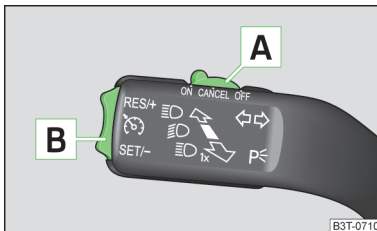

Abb. 150
➤ Den Schalter **A** » Abb. 150 in Stellung **ON** stellen.
➤ Den Schalter **A** » Abb. 150 in Stellung **OFF** stellen.
- Die Wippe **B** in der Position **SET/-** » Abb. 150 auf Seite 165 drücken.
➤ Die Wippe **B** in der Position **RES/+** » Abb. 150 auf Seite 165 drücken.
Die gespeicherte Geschwindigkeit kann durch Drücken der Wippe **B** in der Position **SET/-** » Abb. 150 auf Seite 165 verringert werden.
Die Geschwindigkeitsregelanlage wird **vorübergehend abgeschaltet**, indem der Schalter **A** » Abb. 150 auf Seite 165 in die gefederte Stellung **CANCEL** bzw. das Brems- oder Kupplungspedal gedrückt wird.